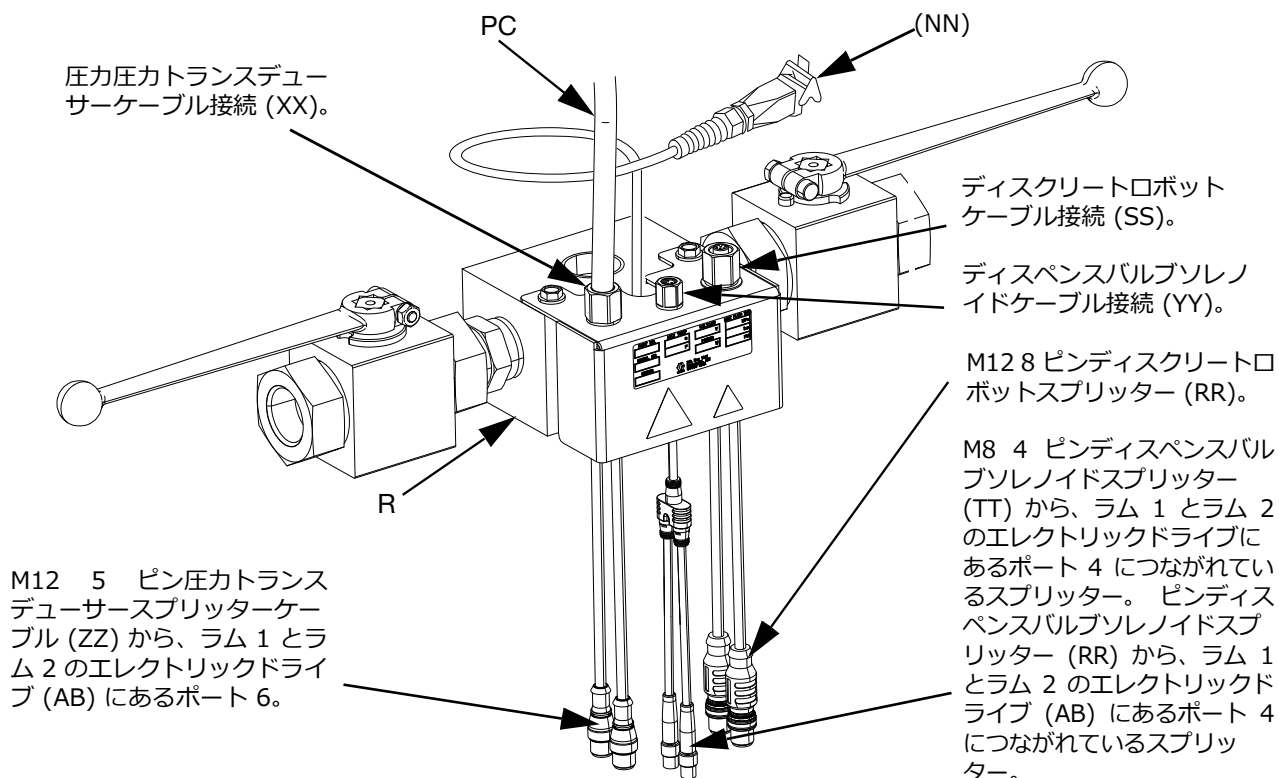

図 29
1. シングル iQ ラム供給システムを使用している場合、圧カトランスデューサーケーブル (PC) を、ディスペンサルブ (B) からエレクトリックドライバー (AB) のポート 6 に接続してください。シングルラムの**エレクトリックドライバー通信接続**、18 ページを参照してください。
- a. 圧カトランスデューサーケーブル (PC) をディスペンサルブ (B) からタンデムブロックバルブ圧カトランスデューサースプリッターへ接続してください。図 29を参照ください。
- b. タンデムブロック (R) の M12 5 ピン圧カトランスデューサーケーブル (ZZ) のオスの端を、ラム 1 のエレクトリックドライバー (AB) のポート 6 に接続してください。2 つ目のオスの端は、ラム 2 のポート 6 へつながれます。**エレクトリックドライバーの通信接続**、**タンデムラム 19** を参照してください。